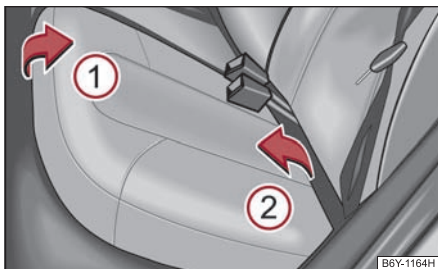

Abb. 67 Sitzfläche vorklappen
- Sitzfläche in Pfeilrichtung ① ⇒ Abb. 67 hochziehen und in Pfeilrichtung ② nach vorn klappen .